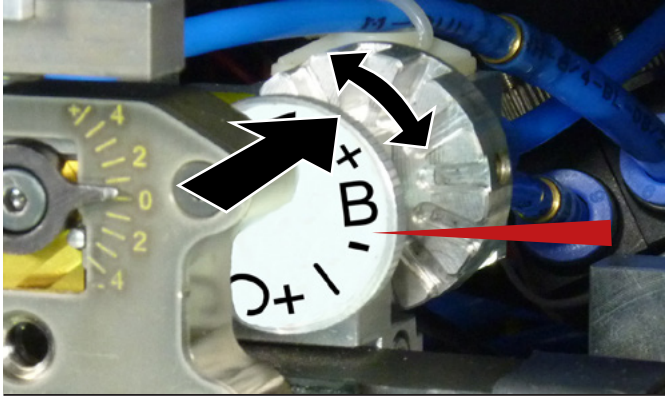

Figure 5.4 Réglage du dispositif de libération (réglage : B)
- Pousser la roue de réglage vers l'arrière et la tourner jusqu'à ce que la valeur souhaitée se trouve au niveau de la marque (voir Figure 5.4).